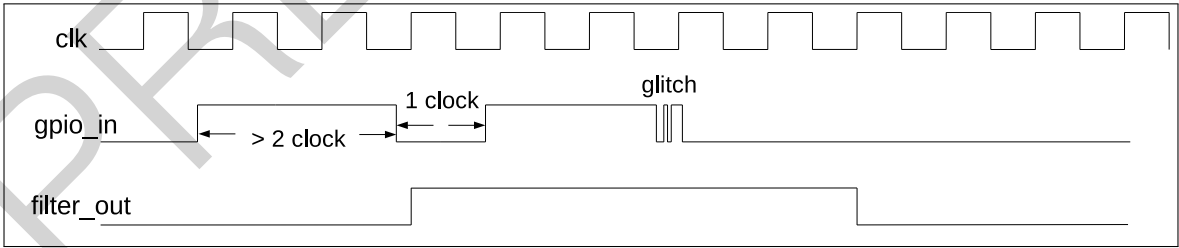

图 3-4. GPIO 输入信号滤波时序图
- 2. 可选：置位 `IO_MUX_FILTER_EN` 使能 GPIO 管脚的输入信号滤波功能，如图 3-4 所示。只有当输入信号的有效宽度大于两个 APB 时钟周期时，输入信号才会被采样。否则，输入信号将会被滤掉。